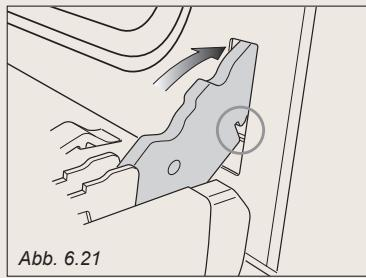

Abb. 6.21
2. Fügen Sie die Scharnierzungen in die Schlitze ein und prüfen Sie, ob die Nut, wie in Abb. 6.21 gezeigt, greift.